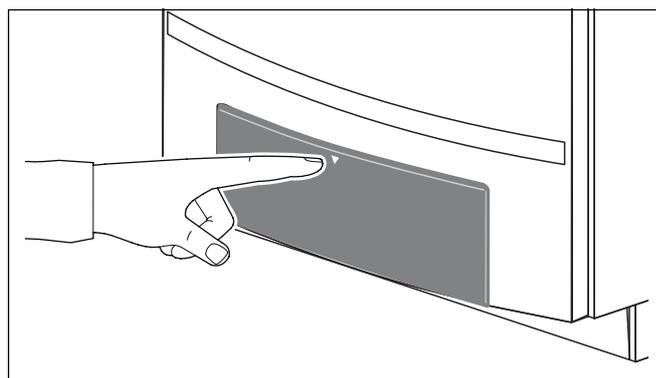

Fig. 37 Aprire il pannello di comando
- Aprire il pannello di comando premendolo (fig. 37).